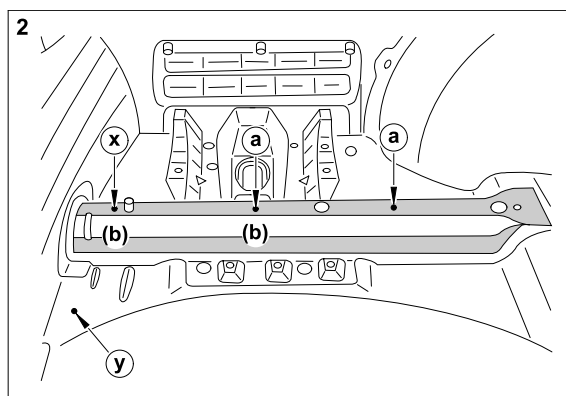

Fig. 2: Agujeros maletero izq.
- 5.) En el piso del maletero entre el larguero bastidor izquierdo y la cavidad de la rueda de repuesto taladrar en el punto marcado con punzón un agujero con un diámetro según el pasacables ("y"), ver fig. 2.